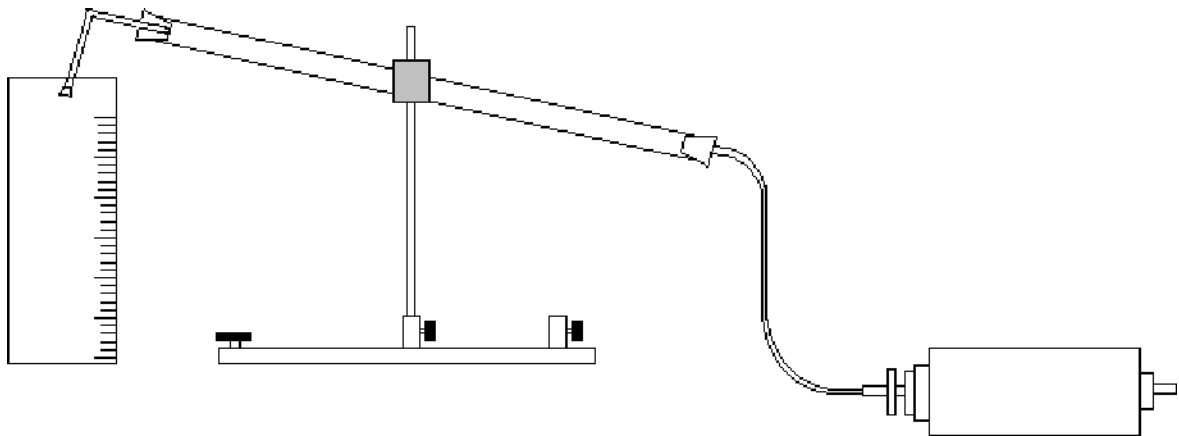

Fig. 1 Volumenbestimmung der ausgeströmten Luft
- Zur Volumenbestimmung Versuchsaufbau gemäß Fig. 1 herstellen.